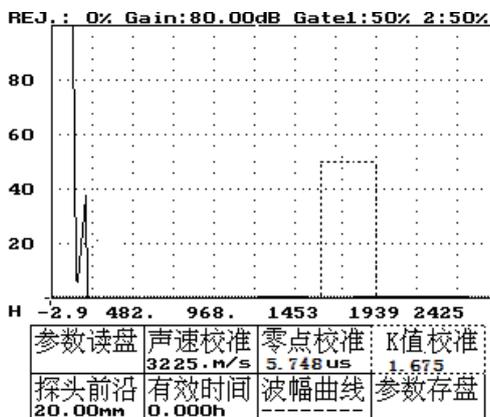

图 11-1
- 4、按方向键——将虚框移到折角校准，如图 11-1 所示。